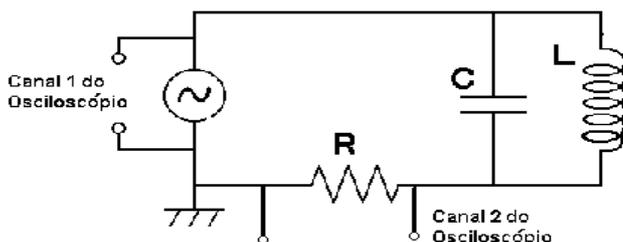

Figura 9: Circuito RLC usado nos experimentos do **Procedimento II**
- 2) Monte o circuito da **Figura 9** com $R\approx 4.7\text{k}\Omega$, $C=10\text{nF}$ e L com valor entre 5mH e 50mH . Meça o valor de R e C e anote os valores de R , L e C utilizados.